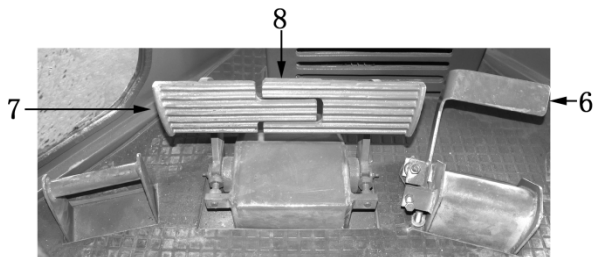

FIGURA 2-1
2.1.1 – ANTES DE LIGAR O MOTOR (FIGURA 2-1)
2.2.2 – MUDANÇA DE MARCHAS (FIGURA 2-1)
1. Diminua a rotação do motor através da alavanca de controle do combustível (item 4 da Figura 2-1).